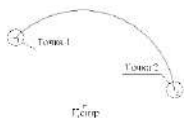

Рисунок 8.5 -
- 2) ввести значение конечного угла дуги в соответствующее поле **Панели свойств** (см. рис. 8.5).